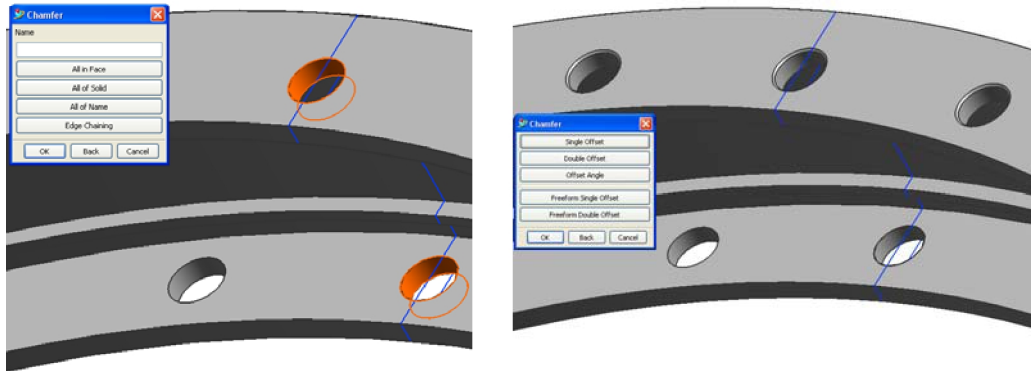
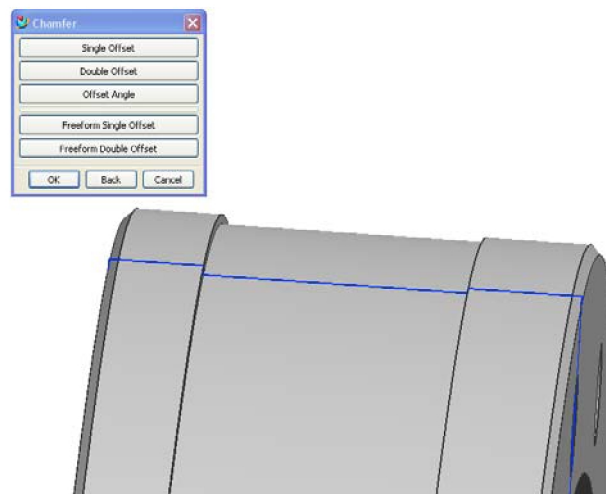

Рис. 56. Создание фаски на краях отверстий
Рис. 57. Создание фаски на краях кольца
8. Создайте фаску 0.4x45 по краю отверстий (с внешней стороны фланцев). Для этого выберите из меню **Insert** → **Detail Feature** → **Chamfer...**, выберите опцию **Single Angle**, выберите ребра на краях отверстий, нажмите **OK**, задайте **Offset** 0.4 мм, **OK**, нажмите кнопку **Chamfer all instances**, фаски будут созданы на всех кромках отверстий (Рис. 56). Аналогично создайте фаски 1x45 на краях кольца с наружного диаметра (Рис. 57).